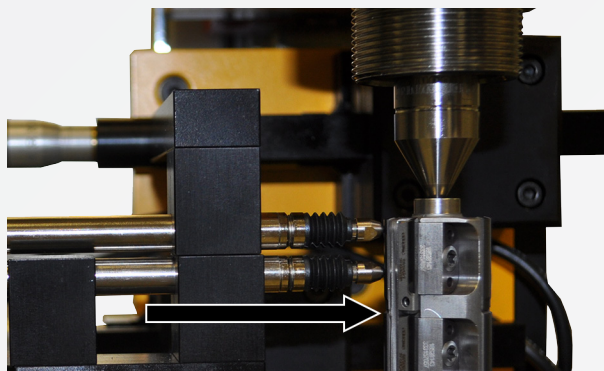

图 25: 将测量探头移向基准条
4. 将两个测量探头移向基准条。基准条是指沿旋转方向位于刀片后方的首个导条（参见图 25 箭头）。向基准条施加测量探头特有的预应力，随后将两个测量探头归零。